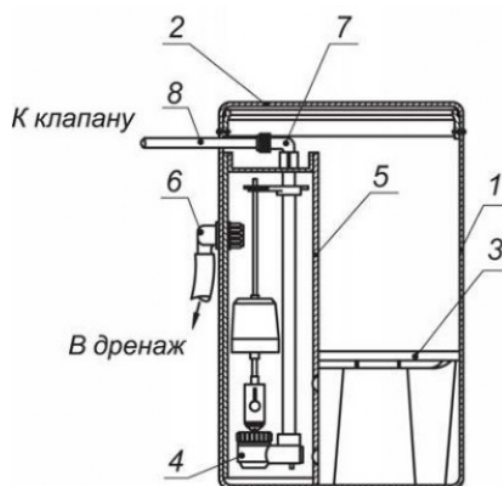

Рис. 2
6.7 В состав реагентного бака входят следующие элементы (Рисунок 2):
- корпус (1);
- крышка (2);
- подставка с отверстиями (3);
- поплавковый клапан (4);
- защитная шахта с крышкой (5);
- переливной штуцер (6);
- угловая муфта (7);
- гибкий шланг (8) для присоединения бака к управляющему клапану.